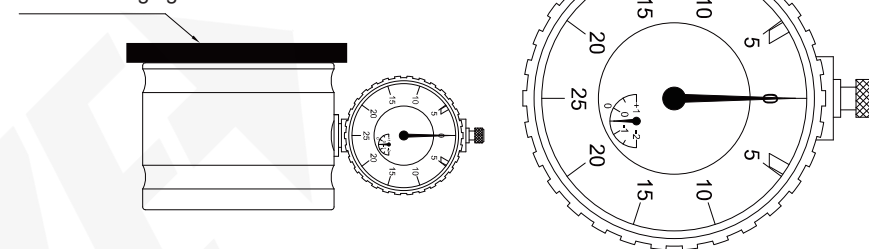

Fig.1
- Appuyez sur la surface de réglage du zéro pour mettre la surface de l'enclume et la surface de référence au même niveau. L'indicateur à cadran indique que la longue aiguille pointe vers 0 et la courte aiguille vers -0,5 (Fig. 1).